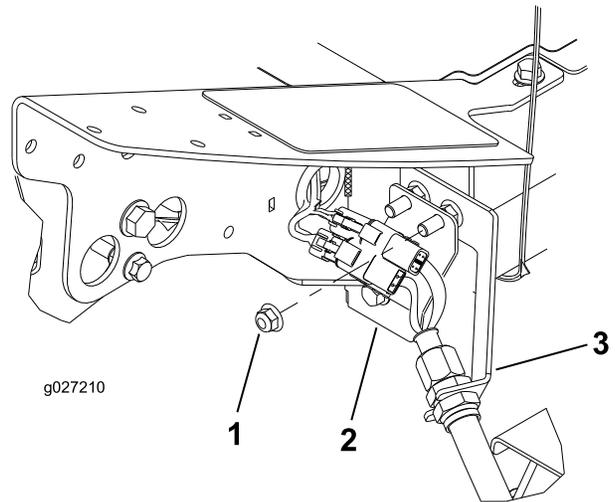

图11
1. 在机架的左前角处（4 号滚刀组位置），拆下将隔板支架固定到机器的额外凸缘头螺母（图11）。
3. 将接头板插到隔板安装螺栓上，接头位置如图11所示。